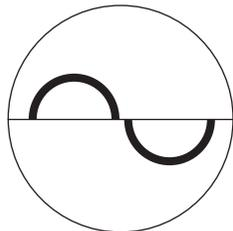

Figure 1 : Images semi-circulaires au centre du champ de vision
- Utilisez la manette de commande de la lampe à fente pour les corrections éventuellement nécessaires jusqu'à ce que la surface aplaniée prenne la forme de deux anneaux de superficie égale au centre du champ de vision (Figure 1). De faibles ajustements vers le bas avec la manette n'auront aucun effet sur les dimensions des images semi-circulaires.